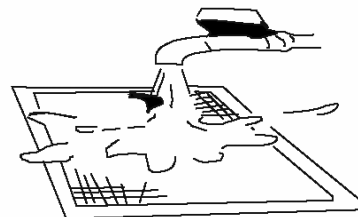

Abb. 2
- Gleiches gilt, wenn der Filter unter klarem Wasser abgespült wird. (Siehe Abb. 2)